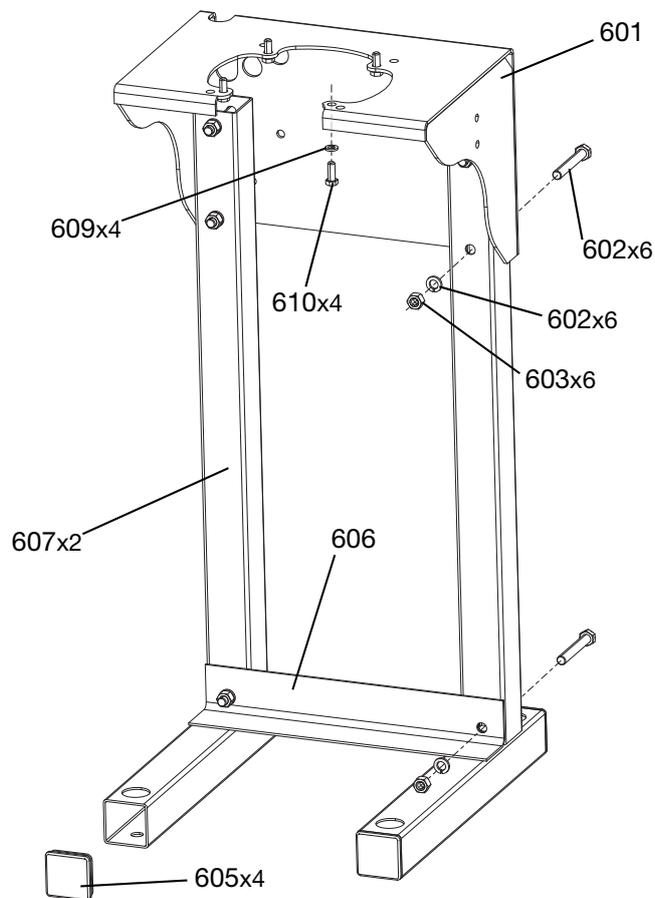

FIG. 27: Châssis de pompe
1. Assemblez le support comme illustré sur la Fig. 27.